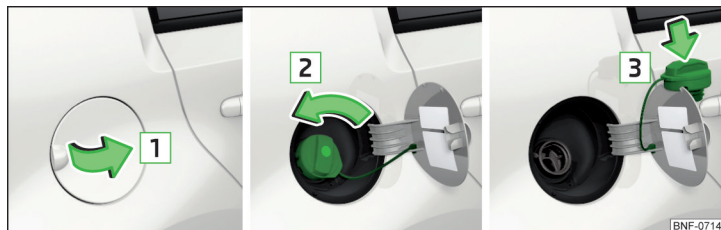

Fig. 103 Sådan klappes tankklappen op. / Sådan skrues tankdækslet ud. / Sådan sættes tankdækslet på tankklappen.
- Klap tankklappen op i pilens retning **1** » Fig. 103.